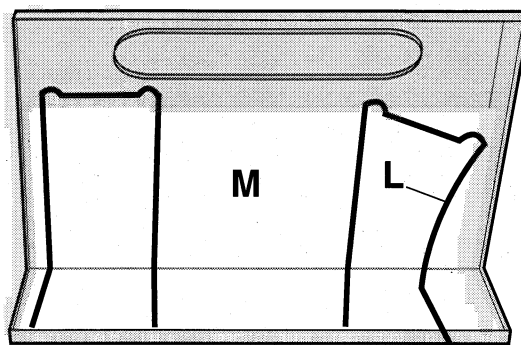

Fig. 13
- Ouvrez la grille, ouvrez les taquets L et retirez le filtre M (fig. 13).
- Laisser sécher avant de remettre en place. Veiller à ce que le filtre à graisse, une fois fixé au moyen des agrafes L (fig. 13), recouvre complètement les trous de la grille.